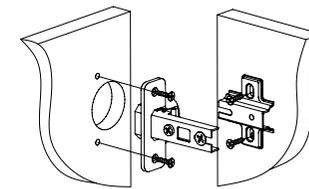

Рис.3
2. При помощи шурупов 3,5х16 установить петли накладные с еврвинтом на детали 18 (2шт.); петли полунакладные- на деталь 19. Установить ответные планки петель на детали 3, 4, 5 (Рис. 3).